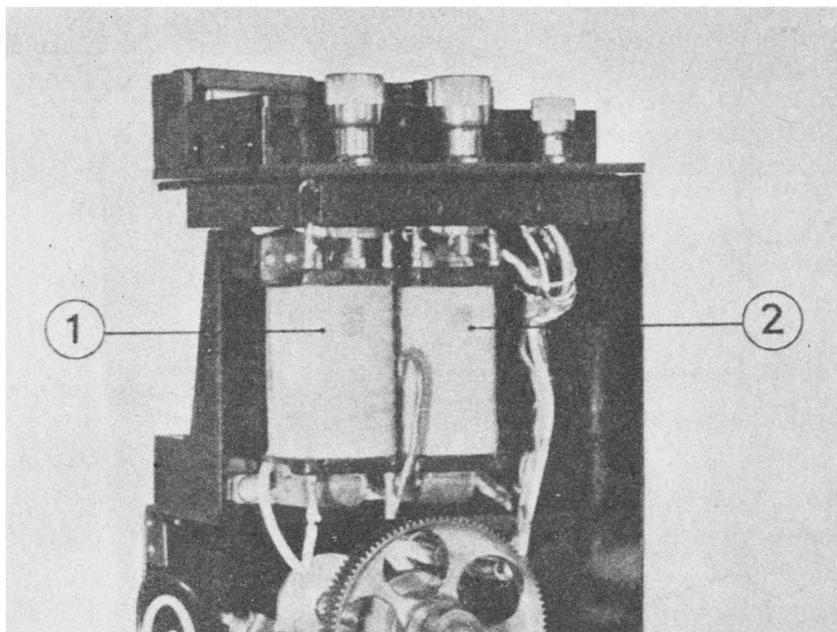

Fig. 5 - Telefono EE-8-B-I - Corpo privo della parte anteriore.
(1) Involucro; (2) Corpo; (3) Microtelefono.
2) - Bobine: La bobina di induzione (bobina C-105-I) e la bobina di blocco (bobina C-158-I) sono montate direttamente sotto il blocco dei terminali (Fig. 5).